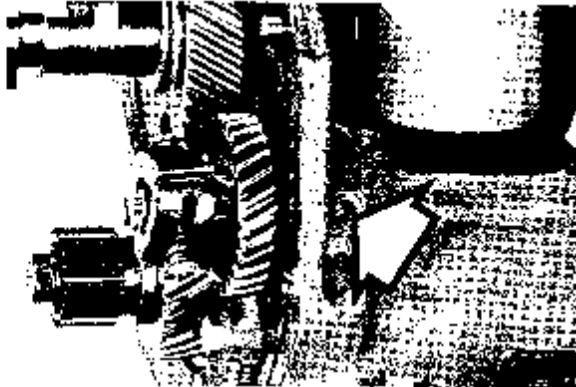

Abb. 48
2. Die Anschlagsschraube auf der rechten Seite des Motors (vom Regler gesehen) entfernen (siehe Abb. 48).